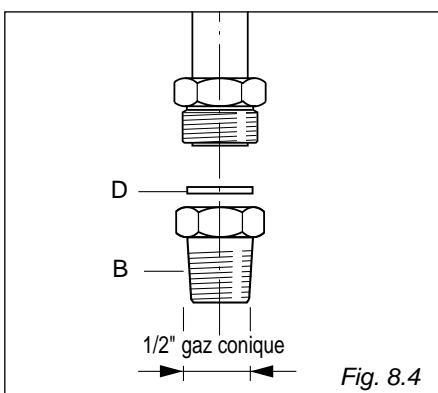

Fig. 8.4
**Avant le branchement enlever le raccord conique B (fig. 8.4).**
Le groupe raccordement (fig. 8.4) se compose de: